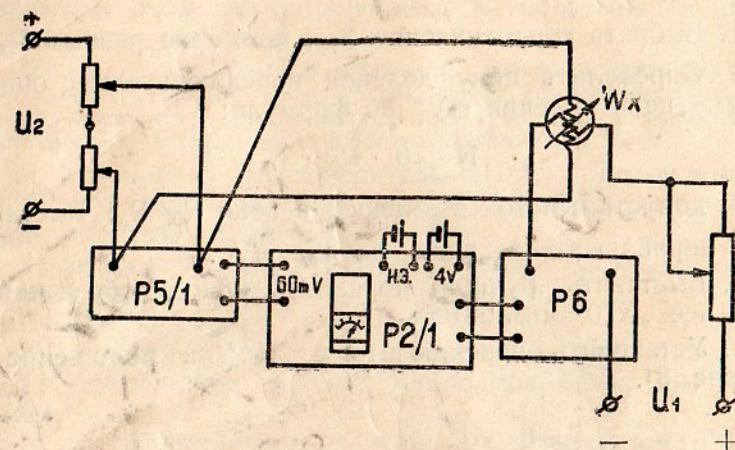

Рис. 7.
1. Делитель напряжения P5/1 и шунт P6 включить соответственно на номинальные значения напряжения и тока поверяемого прибора (см. рис. 7).